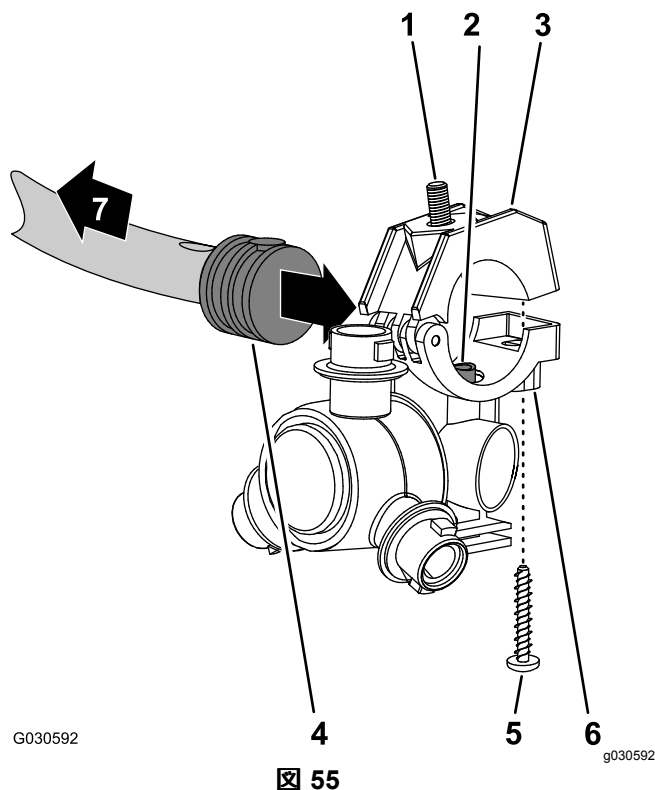
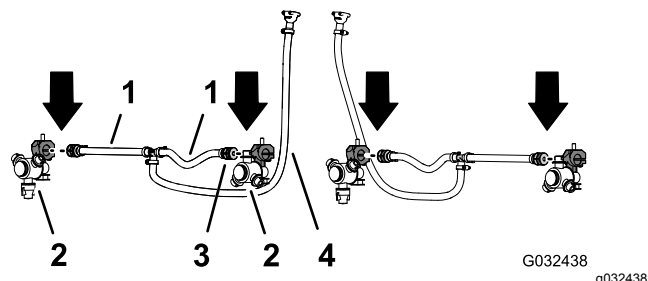

図 55
図 56
2. ジオリンクスプレースystem仕上がりキットに入っているノズル本の、クランプの上半分をサドルに固定しているステンレスねじを外す図 55。
3. センターブームスプレーバルブ5または6用のホースアセンブリ25cmの端部についている片側バーブ付きホースシャंकの側面にある穴を探し出す図 55 と 図 56。
4. ノズルのサドルに付いているトランスファチューブ図 55を、片側バーブ付きホースシャंक $1/2$ インチの穴に合わせる。
5. バーブ付きホースシャंकにホースクランプの上半分をセットし、クランプとノズルボディ図 55を、ステンレスねじ $\#12 \times 1-1/4$ インチで固定し、 $1418\text{N}\cdot\text{m}$ $0.250.3\text{kg}\cdot\text{m} = 2025\text{in}\cdot\text{lb}$ にトルク締めする。
6. ステップ 1 と 2 スプレーヤのノズルを取り外す (ページ 22) で外したノズル、六角ボルト、ステンレスねじを使って、ステップ 3 5 を、もう一方のホース25cmの片側バーブ付きホースシャंक図 55 と 図 56 に対しても行う。
7. ステップ 4 スプレーヤのノズルを取り外す (ページ 22) で外した2つのノズルについて、もう一方のホースアセンブリスプレーバルブ5または6の片側バーブ付きホースシャंकに対してステップ 3 5 を、行う図 55 と 図 56。